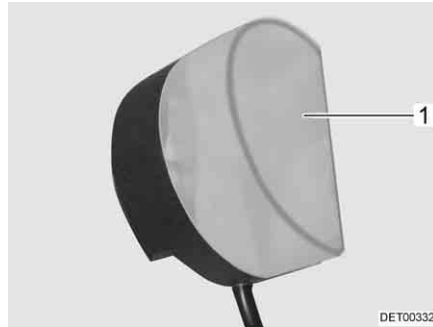

Fig. 206 Eclairage de la penderie
- Enfoncer légèrement le couvercle de la lampe (Fig. 206,1) et le retirer.